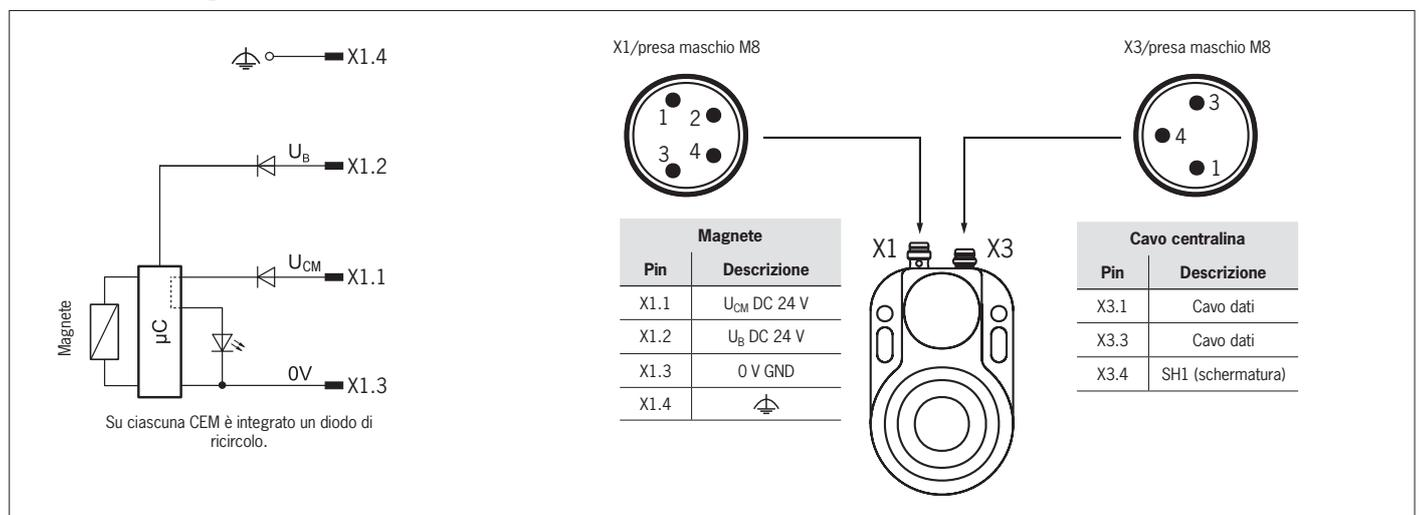

Fig. 4: Schema di collegamento
- ▶ Per lo schema di collegamento, vedi Fig. 4.